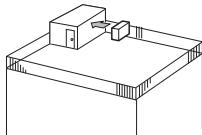

Fig. 2-3
- ① Ustawić wyłot powietrza w kierunku najbliższej ściany, zachowując odległość ok. 35 cm. (Fig. 2-3).